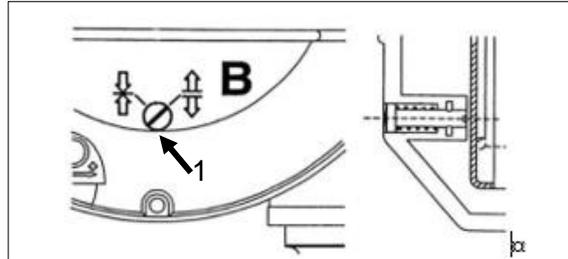

Abb. 5-3 Geöffnete Stellung Einstellschraube
- Das Ausziehen des Seils ist nur möglich, wenn sich die Einstellschraube für die Blockierfunktion der Trommel in der geöffneten Stellung (1) befindet. Siehe Abb.5-3.